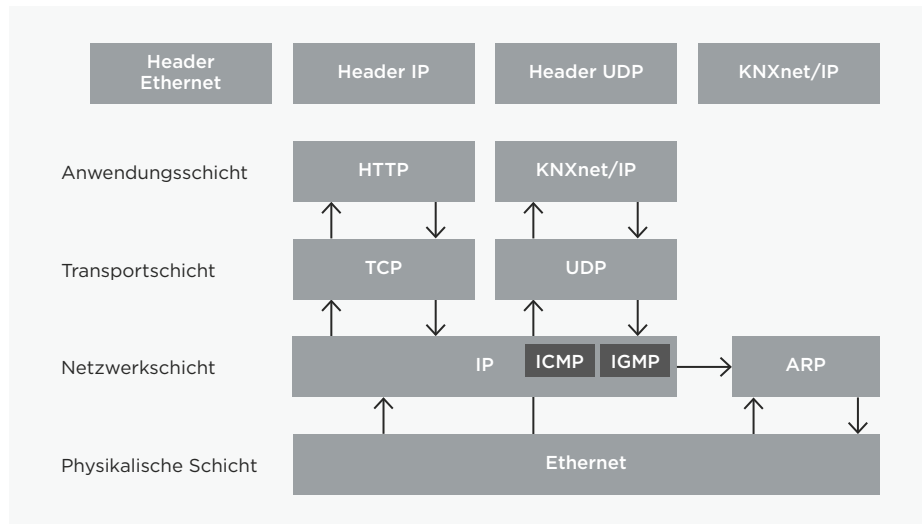

Bild 15. KNXnet/IP im OSI-Referenzmodell
Das KNX System verwendet zwei Kommunikationsarten des Ethernets: Tunneling und Routing. Beide Kommunikationsarten verwenden das UDP-Protokoll. Tunneling dient für den Zugriff auf den Bus aus lokalen Netzwerken oder dem Internet für z. B. die Programmierung einer KNX Anlage. Routing wird für den Telegrammaustausch über Ethernet verwendet, z. B. für die Kopplung zweier KNX TP Anlagen über Ethernet. Die zugehörigen KNX Protokolle heißen „KNXnet/IP Routing“ und „KNXnet/IP Tunneling“ und beinhalten beide Kommunikationsarten. Die IP Kommunikation bei KNX kann anhand des OSI-Referenzmodells erklärt werden (Bild 15). Kommuniziert wird über die Anwendungsschicht, die das KNXnet/IP Telegramm erzeugt, die Transportschicht (UDP), die Netzwerkschicht (IP) und das Ethernet als physikalische Schicht. An die KNXnet/IP Information wird, ähnlich wie schon beim TP Protokoll, immer eine zusätzliche Information für die jeweilige Schicht (der Header) zugefügt.